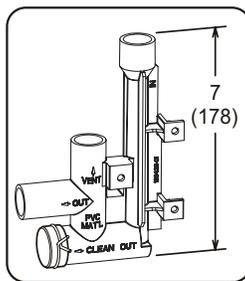

FIGURE 53
- 3 - Installer le bouchon sur l'ouverture de nettoyage à la base du purgeur. Fixer avec le collier. Voir la FIGURE 53.
- 4 - Installer le purgeur avec des raccords en PVC appropriés et coller tous les joints. Coller le purgeur fourni comme illustré à la FIGURE 53. Acheminer le conduit de condensat jusqu'à un drain ouvert.